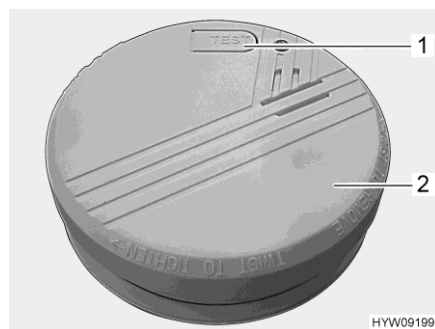

Fig. 61 Détecteur de fumées
- Appuyer sur la touche de contrôle (Fig. 61,1) sur le détecteur de fumées (Fig. 61,2) jusqu'à ce que le signal d'alarme retentisse. Le signal d'alarme s'arrête dès que la touche de contrôle est relâchée.